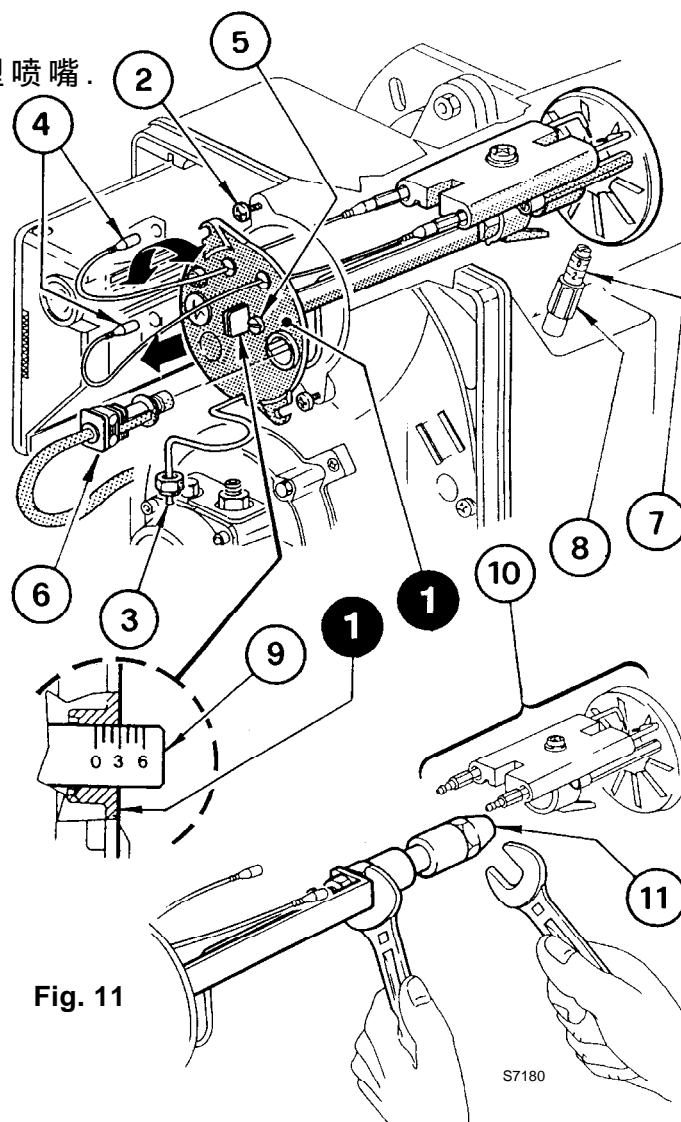

Fig. 11
要移去控制盒，在移走所有组件：7 孔插座和地线后，松开螺丝(A, 图 11)，沿箭头方向拔出。
- 如需要,更换喷嘴(图 11,页 6)和检查电极的位置(图 12,页 7).